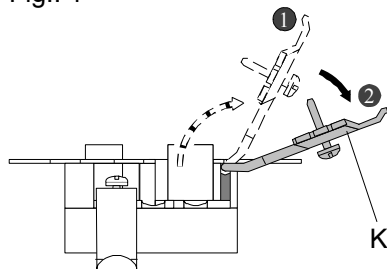

Fig.: 2
2. Relever le collier de serrage K et le ouvrir complètement par la position ① jusqu'à position ②. Dans la position ② K est arrêté. (Fig. 2).